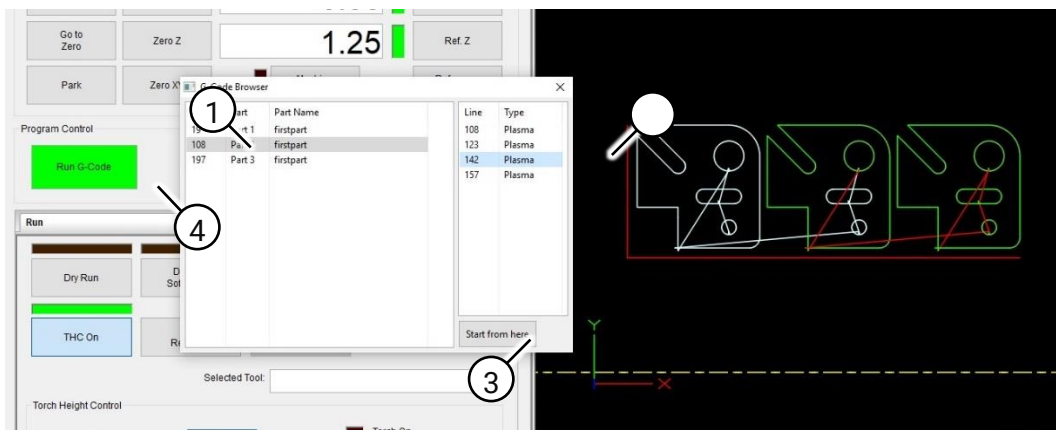

Fig. 78 De G-codebrowser
2.1 Selecteer een deelbewerking (Fig. 78 (1)). Als dit niet de eerste deelbewerking van het snijproces is, worden alle eerdere deelbewerkingen in het proces als witte lijnen weergegeven in het venster Snijtoetsroute.
2.2 Selecteer een startpositie op een component (Fig. 78 (2)). Als u de eerste positie selecteert, wordt de volledige component gesneden.
2.3 Klik op 'Start from Here' (Fig. 78 (3)).
2.4 Klik op 'Run G-Code' (Fig. 78 (4)).